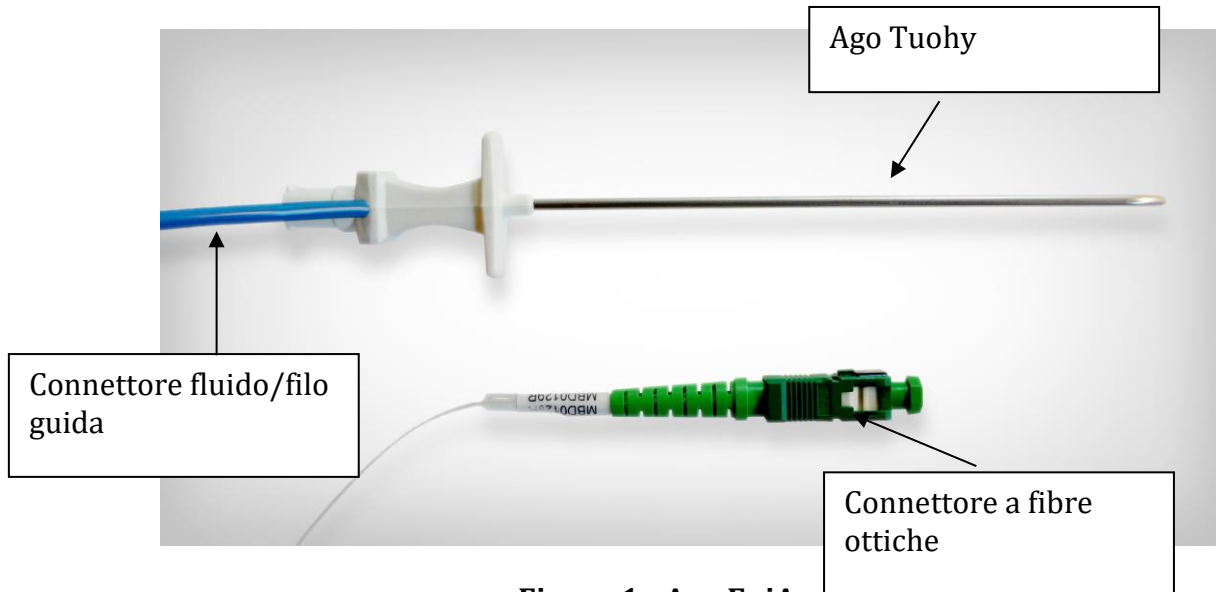

Figura 1 - Ago EpiAccess
L'ago è dotato di un sensore a fibra ottica biocompatibile integrato, contenuto in un tubetto di acciaio inossidabile, che è saldato internamente al suo lume (Figura 1). L'Ago EpiAccess permette a una guida da 0,81 mm di passare per tutta la lunghezza dell'ago. L'ago EpiAccess è un dispositivo monouso, sterile (EO), non riusabile (per uso a breve). Viene presentato in una idonea confezione protettiva, consistente di un vassoio con alloggio in una scatola di cartone SBS, per mantenere la sterilità e l'integrità del prodotto. L'Ago EpiAccess è usato insieme all'Unità di Controllo EpiAccess.